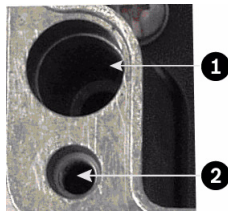

Bild 4.4 Schraubenlöcher für die Gehäusemontage, Schraubenlöcher für den Gehäusedeckel
2. Suchen Sie die vier (4) Montagelöcher des Netzteilgehäuses. (*Bild 4.4* zeigt eines der Löcher.) Siehe Maßzeichnung im Anhang zu Lochpositionen. Die aufgeführten Abmessungen gelten nur für Montagelöcher. Die anderen 4 gezeigten Löcher dienen zum Befestigen des Gehäusedeckels und sind nur zu Referenzzwecken angegeben.
3. Bohren Sie vier (4) Löcher an der Montagefläche für die Ankerschrauben, die für M6-Schrauben geeignet sind (nicht mitgeliefert).
4. Lösen Sie die vier (4) unverlierbaren Kreuzschlitzschrauben an der Oberseite des Netzteildeckels (Element 2, *Bild 4.4*). Nehmen Sie den Gehäusedeckel ab, und legen Sie ihn umgekehrt neben dem Gehäuse ab.
5. Befestigen Sie das Gehäuse mit vier (4) M6-Edelstahlschrauben und Unterlegscheiben (nicht mitgeliefert) an der Montagefläche. Die Schrauben passen durch die großen Löcher im Gehäuse, wie in *Bild 4.4* dargestellt.